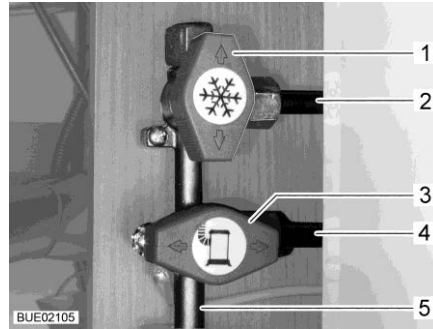

Bild 109 Läge Gasavstängningsventiler (exempel)
- Ställ gasavstängningsventilen för respektive gasapparat parallellt (Bild 109,3) med den ledning (Bild 109,4) som går till gasapparaten.
- Ställ gasavstängningsventilen för respektive gasapparat tvärs (Bild 109,1) mot den ledning (Bild 109,2) som går till gasapparaten.